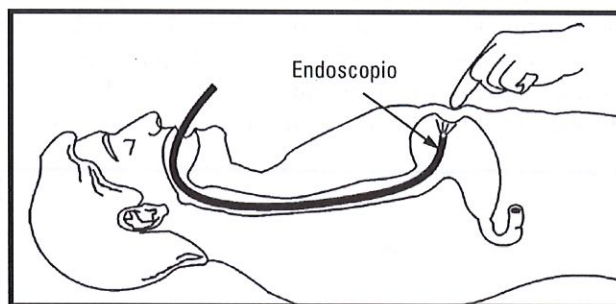

Figura 1
- Introduzca el endoscopio e insufla el estómago (Figura 1).